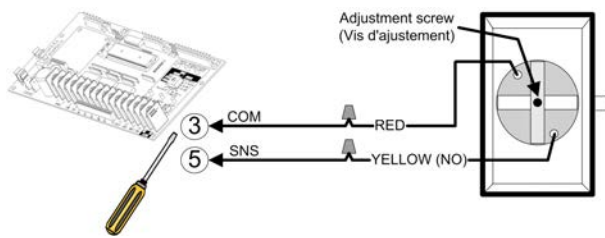
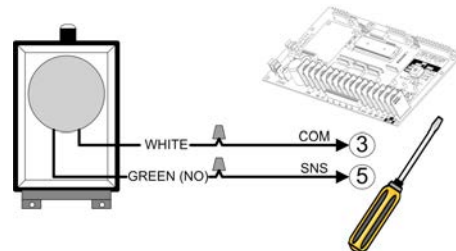

Figure 23 - AIRSWITCH 001 / 007
Figure 24 - AIRSWITCH 009 / 018
3. Utiliser un ré-enrouleur de câble pour brancher le commutateur à air aux terminaux de l'opérateur. Effectuer le branchement électrique tel qu'indiqué aux Figure 23 ou Figure 24.